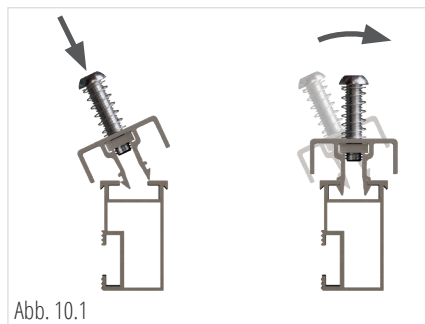

Abb. 10.1
1. Am letzten Modul einer Reihe die Endklemmen auf die Tragschienen klicken (Abb. 10.1) und bündig an das Modul schieben. Dazu muss die Torxschraube (TX40) fast vollständig herausgedreht sein (Abb. 10.2).